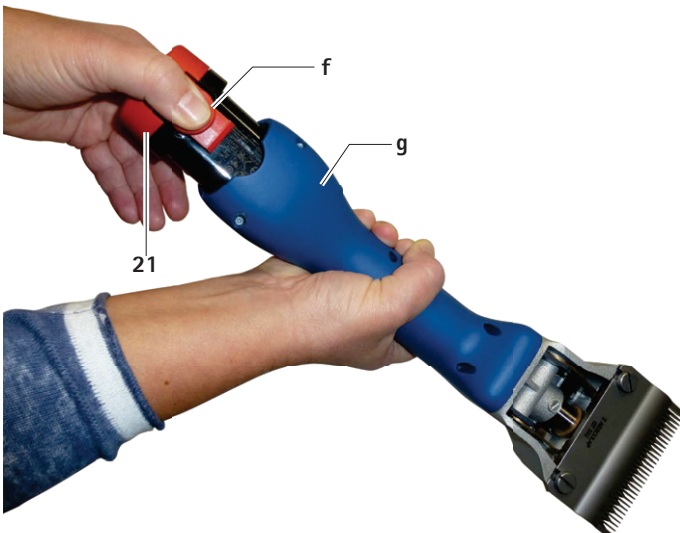

Fig. 1
- Håll den batteridrivna klippmaskinen g med klipphuvudet riktat nedåt så att det uppladdningsbara litiumjon-batteriet 21 inte faller av när det lossnar, se Fig. 1.